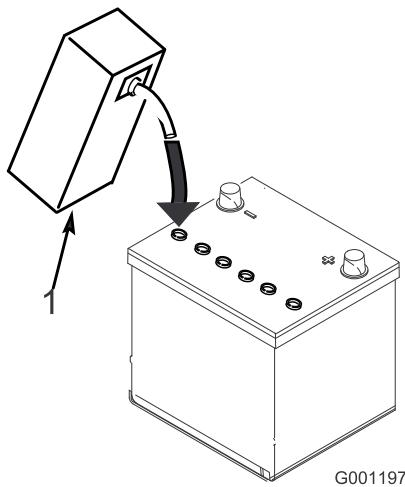

図 6
5. 各セルに慎重に電解液を満たす。電極板が6mm程度水没するぐらいが適当(図 6)。